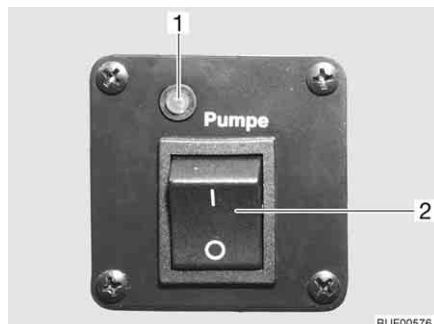

Fig. 144 Interrupteur pour pompe à eau
- Appuyer sur le haut du commutateur à bascule (Fig. 144,2). Le voyant de contrôle (Fig. 144,1) s'allume.
- Appuyer sur le bas du commutateur à bascule (Fig. 144,2). Le voyant de contrôle (Fig. 144,1) s'éteint.